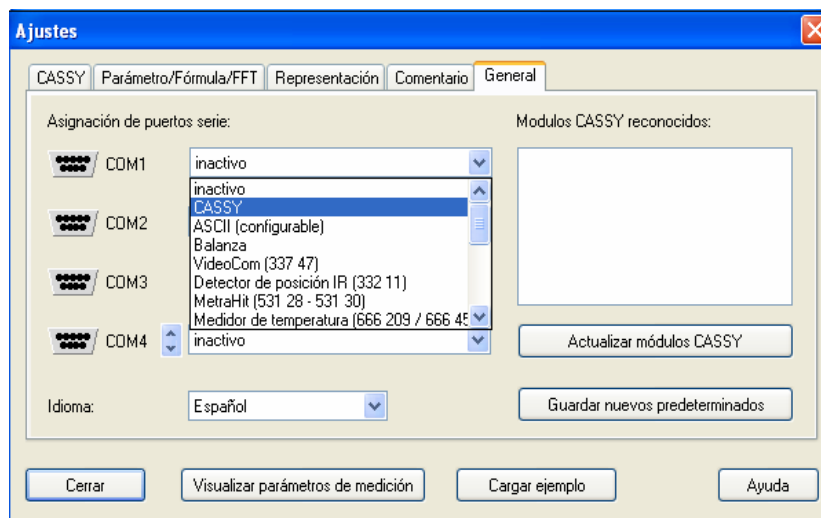

Figura 2 Fuente: LD Didactic
2. En la nueva ventana (ajustes) que aparece, debe ir a la pestaña General y activar el sensor CASSY con un clic, como se muestra en la figura 2.